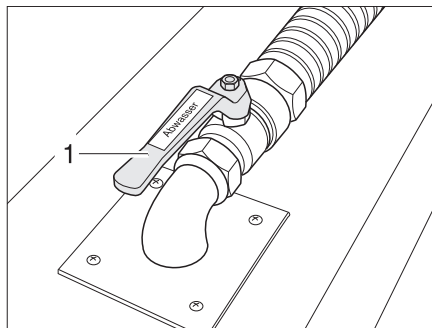

Fig. 352 Grifo para la eliminación de aguas residuales
El grifo para la eliminación de aguas residuales (Fig. 352,1) está en el doble fondo.
- Abrir el grifo para la eliminación de aguas residuales (Fig. 352,1). Se vacía las aguas residuales.